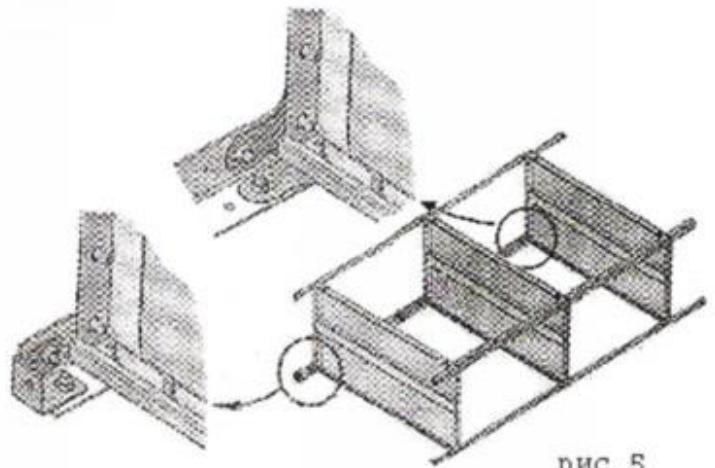

рис. 5
5. На установленные полки сверху накладываются стойки, предварительно собранные в соответствии с п.п. 1-3, и закрепляются аналогичным образом (рис.5).